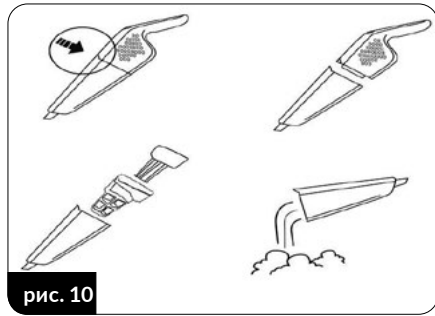

рис. 10
6. Переконайтеся, що контейнер для пилу (12) завжди заповнений. Переповнений контейнер знижує ефективність пилососа, збільшує споживання енергії та призводить до швидкого забруднення фільтрів. Щоб спорожнити контейнер для пилу, вимкніть пилосос, знявши
його з основної ручки, за допомогою кнопки (8), звільніть контейнер для пилу (12) від пилососа, витягніть HEPA-фільтр (10) і корпус фільтра (11) з контейнера. Висипте вміст контейнера у відро для сміття (рис. 10).